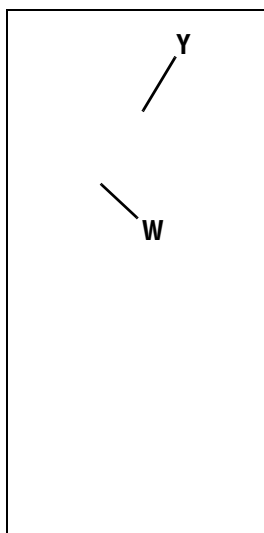

Fig. 2-6: Una el resorte del cable del embrague de marcha directa al gancho del embrague de marcha directa.
a. Con el gancho del embrague de marcha directa (Y, Fig. 2-6) en posición abierta (suelto), mida la longitud del resorte del cable (W) desde la bobina exterior hasta la bobina exterior.